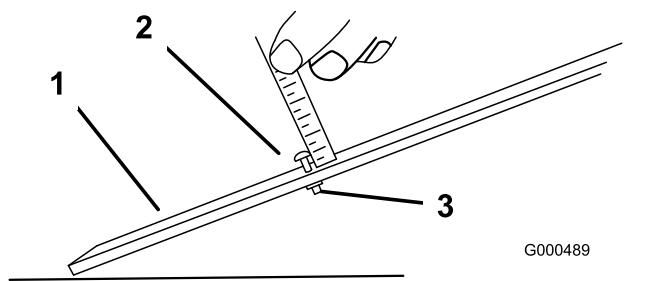

図 10
2. ゲージバーのナットをゆるめ、調整ねじを希望の刈り高に合わせる図 10